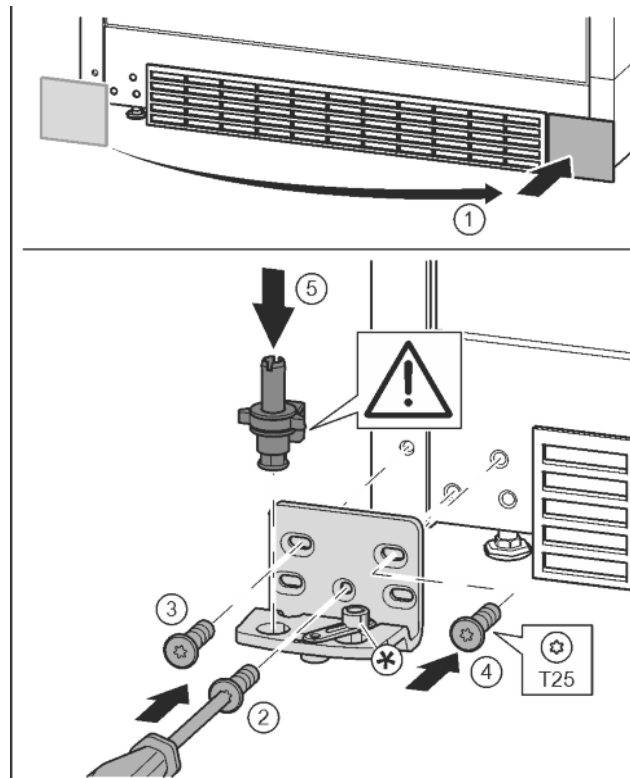

Fig. 18
- ▶ Sejměte kryt a připevněte jej na druhé straně. Fig. 18 (1)
- ▶ Nasadte stojan ložiska na druhé straně a přišroubujte pomocí šroubováku T25. Začněte šroubem 2 dole uprostřed. Fig. 18 (2)
- ▶ Pevně utáhněte šroub 3 a 4. Fig. 18 (3, 4)
- ▶ Zcela vložte ložiskový čep. Přitom dávejte pozor, aby zajišťovací vačka směřovala dozadu. Fig. 18 (5)